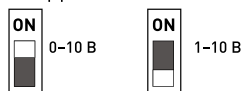

Рисунок 4.
- 3.5. DIP-переключателями на корпусе установите режим работы 0-10 В или 1-10 В (рисунок 4).